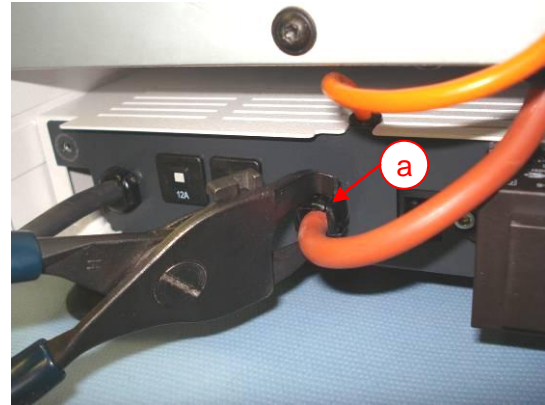

Abb. 23 – Zugentlastung Heizleitung
- Die Zugentlastung des Heizkabels (Abb. 23 a) muss korrekt installiert sein.